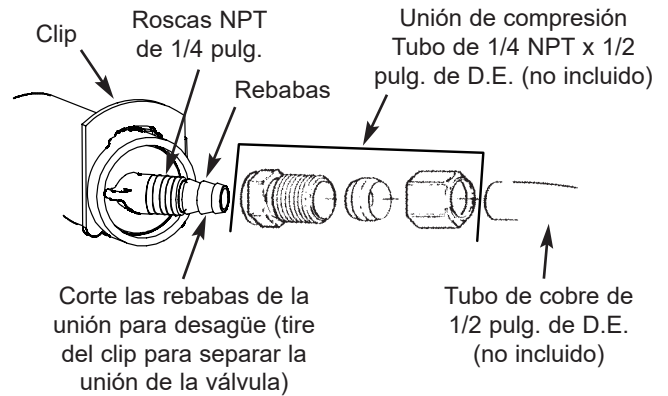
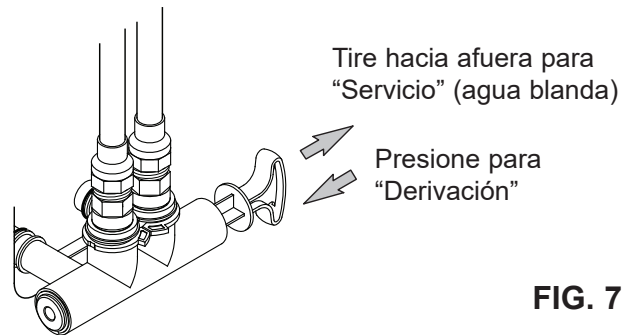

FIG. 6
FIG. 7
Use la manguera flexible de desagüe (incluida), mídala y córtela a la longitud necesaria. No en todas las localidades se permite usar mangueras flexibles de desagüe (consulte sus códigos de plomería). Si los códigos locales no permiten usar una manguera flexible de desagüe, deberá instalar un desagüe con válvula rígida. Adquiera una unión de compresión (NPT de 1/4 x tubo de 1/2 pulg. como mínimo) y un tubo de 1/2 pulg. en su ferretería local. Instale un desagüe rígido según se necesite (vea la Fig. 6).
Siempre instale una válvula de una derivación (incluida) tal como se muestra en la Fig. 6 o, si lo desea, puede comprar y armar las piezas para un sistema de derivación de 3 válvulas (no incluidas), tal como se muestra en la Fig. 7. Las válvulas de derivación le permiten cerrar la entrada de agua al ablandador de agua para su mantenimiento, si es necesario, y aún así tener agua en las tuberías de la casa.
3. Mueva las válvulas de derivación a la posición de “derivación” (Bypass) (vea las Fig. 7 y 8). En una válvula de una derivación, deslice el vástago hacia adentro a la posición de derivación. En una derivación de 3 válvulas, cierre las válvulas de entrada y salida, y abra la válvula de derivación.